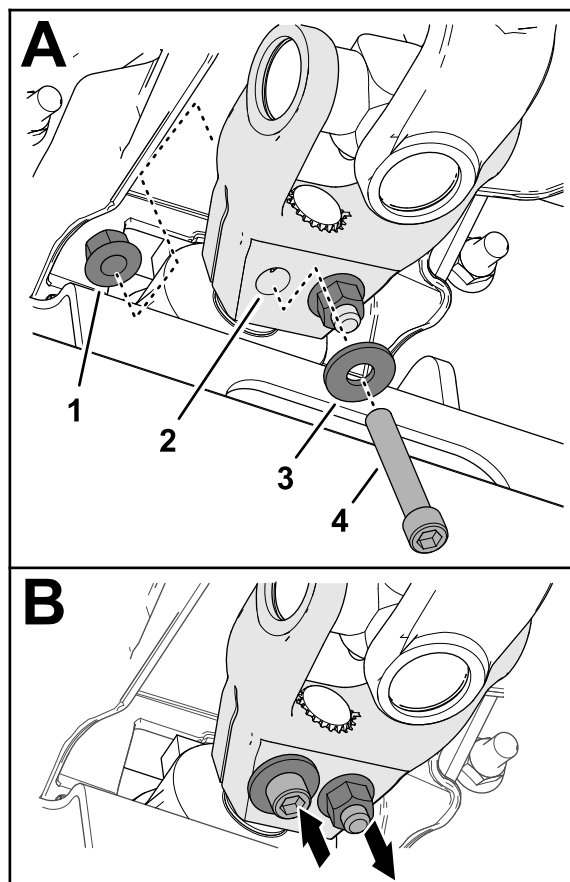

Bild 19
die Bohrung in der Antriebswellengabel (Bild 19), und sichern Sie die Innensechskantschraube mit einer Sicherungsbundmutter ($\frac{3}{8}$ ").
7. Montieren Sie eine Innensechskantschraube ($\frac{3}{8}$ " x $2\frac{1}{4}$ ") durch eine Unterlegscheibe ($\frac{3}{8}$ ") und die Bohrung in der Antriebswellengabel von der entgegengesetzten Richtung (Bild 19), und sichern Sie die Innensechskantschraube mit einer Sicherungsbundmutter ($\frac{3}{8}$ ").